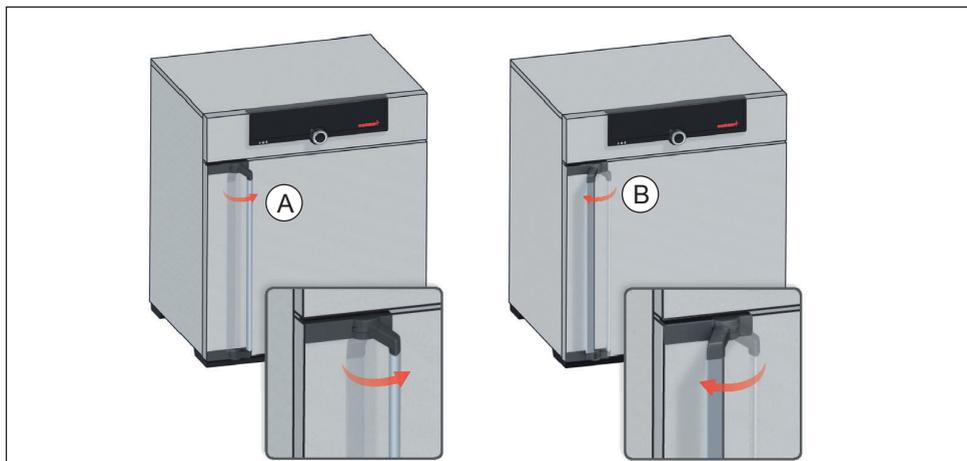

Fig. 14 Aprire e chiudere la porta
- ▶ Per aprire la porta tirare la maniglia lateralmente (a seconda del modello verso destra o verso sinistra, Fig. 14, A) e aprire completamente la porta.
- ▶ Per chiudere la porta, spingerla e ruotare la maniglia lateralmente (B).